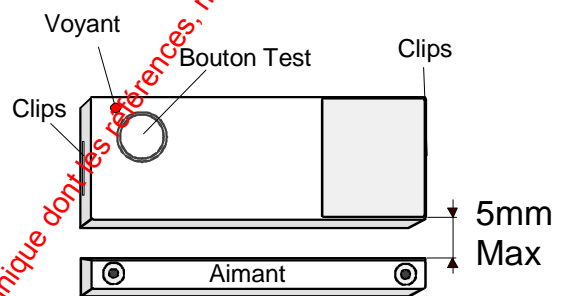
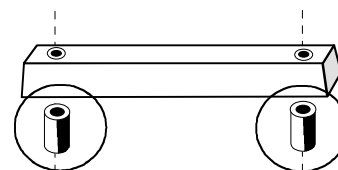
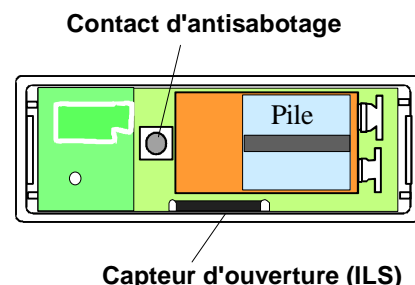

Figure 33 : Détecteur DOOR complet
Figure 36 : entretoises d'épaisseur
Figure 39 : Contact DOOR ouvert
- **L'aimant** du détecteur, à placer sur l'ouvrant de l'issue, en regard de la partie électronique, espacé d'un maximum de 5 mm (Fig. 33). Il peut être rehaussé, selon le cas, par des entretoises d'épaisseur (Fig. 36).
1 - Simuler une détection en actionnant manuellement le contact d'anti-sabotage (contact bille) situé à l'intérieur du détecteur (Fig. 39), ou le bouton test situé sur le corps extérieur du détecteur (Fig. 33).